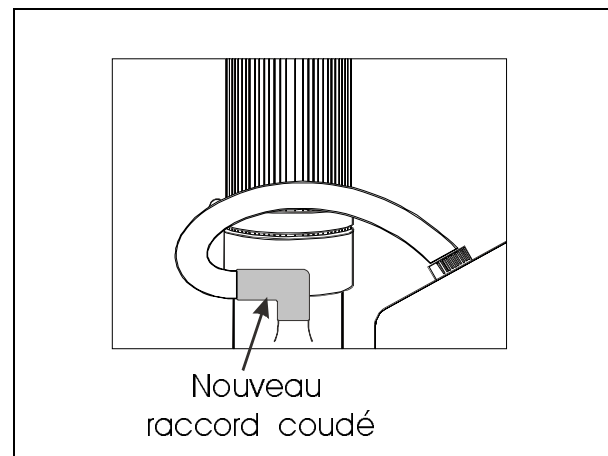

FIGURE 2B: NOUVEAU RACCORD COUDÉ
4. Retirer le raccord du tuyau d'aération de la cuvette et le remplacer par le raccord coudé #501961 (voir figure 2b).